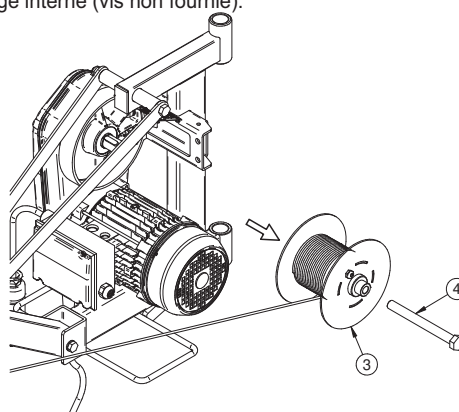

Fig. 4.2
2) Extraire le tambour (Réf.3 Fig 4.2), s'il reste coincé utiliser une